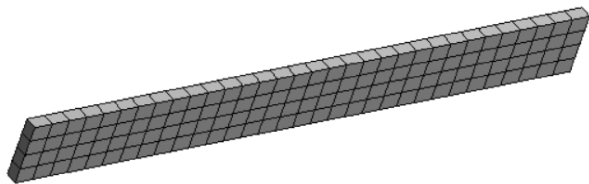

图 10-4 网格划分
- (1) 在导航树里单击【Mesh】→【Details of “Mesh”】→【Relevance】= 100, 其他均默认。
- (2) 生成网格: 右键单击【Mesh】→【Generate Mesh】, 图形区域显示程序生成的网格模型, 如图 10-4 所示。
(3) 网格质量检查: 在导航树里单击【Mesh】→【Details of “Mesh”】→【Quality】→【Mesh Metric】= Element Quality, 显示 Element Quality 规则下网格质量详细信息, 平均值处在好水平范围内, 展开【Statistics】显示网格和节点数量。